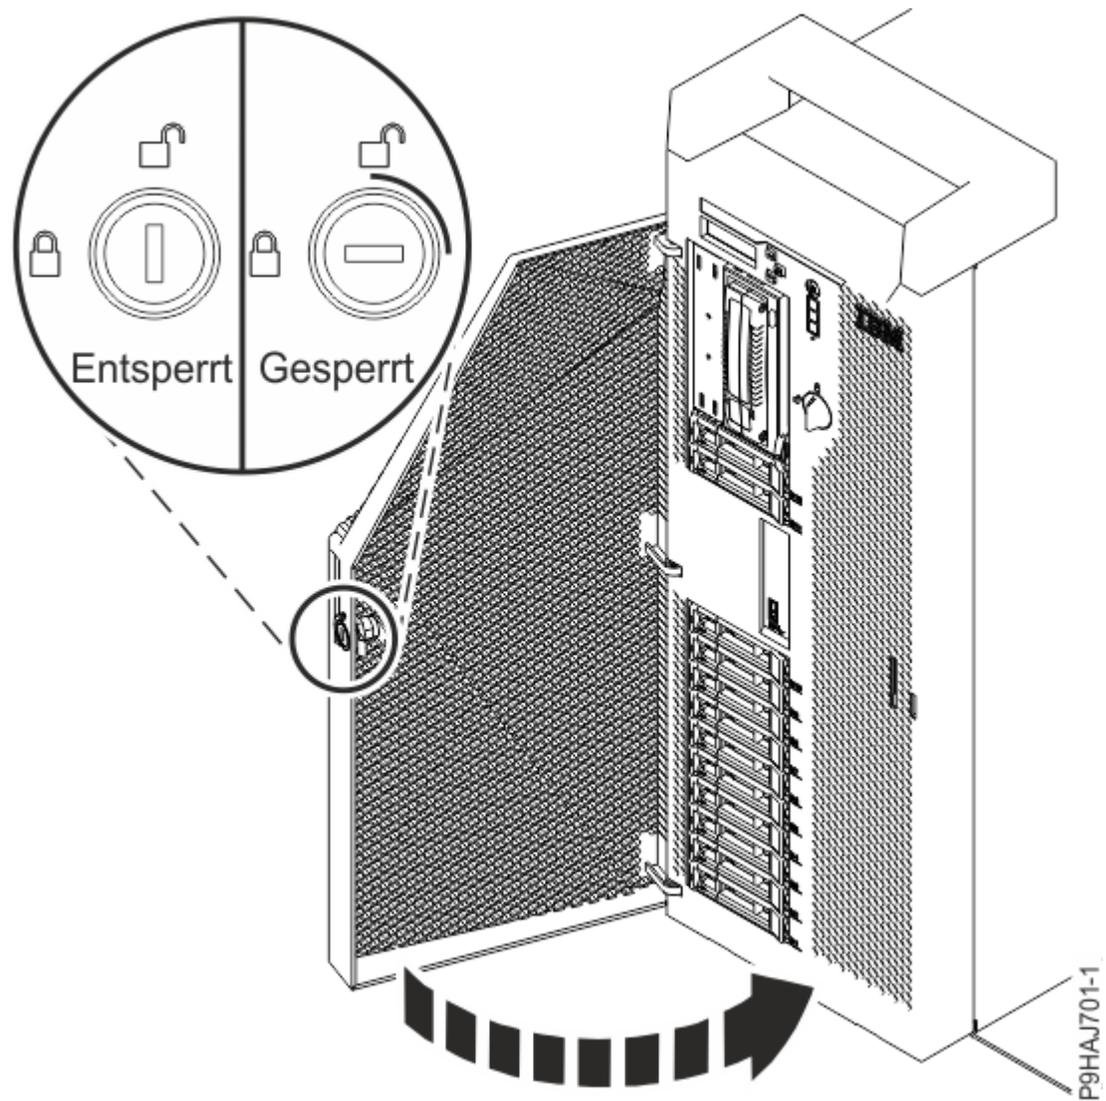

Abbildung 137. Vordere Klappe verriegeln
- e) Schließen Sie die vordere Klappe. Stecken Sie den Schlüssel der vorderen Klappe in das Schloss (siehe Abbildung 137 auf Seite 144). Drehen Sie den Schlüssel nach rechts (im Uhrzeigersinn), um die Klappe zu verriegeln. Horizontal bedeutet, dass die Klappe gesperrt ist; vertikal, dass sie entsperrt ist.